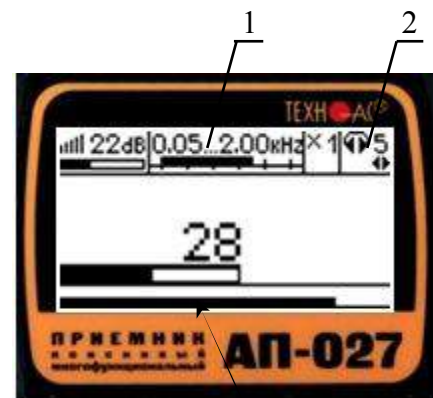

Рис.8
4.3.3 Установить уровень входного сигнала кнопками «чувствительность»  и  поз.8 рис.5, ориентируясь по показаниям индикатора «узкая шкала» (предпочтительно на 50...70% от максимума) рис.8.